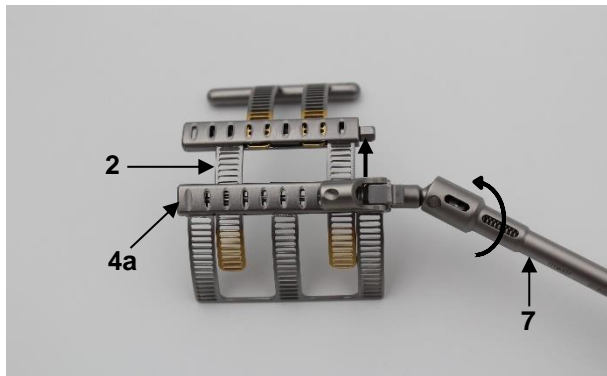
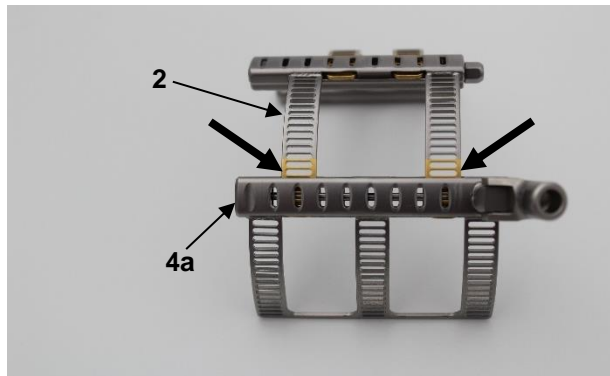

Fig. 3a
Fig. 3b
Estendere quindi l'elemento primario (2) con il cacciavite adatto (7). A tal fine, ruotare in senso orario il meccanismo di trasporto sul modulo a scatola dell'elemento base (4a) utilizzando il cacciavite adatto (7) (Fig. 3a). Estendere l'elemento primario (2) solo fino a quando i primi due fori dorati sono visibili dal modulo a scatola (4a) (vedere Fig. 3b).